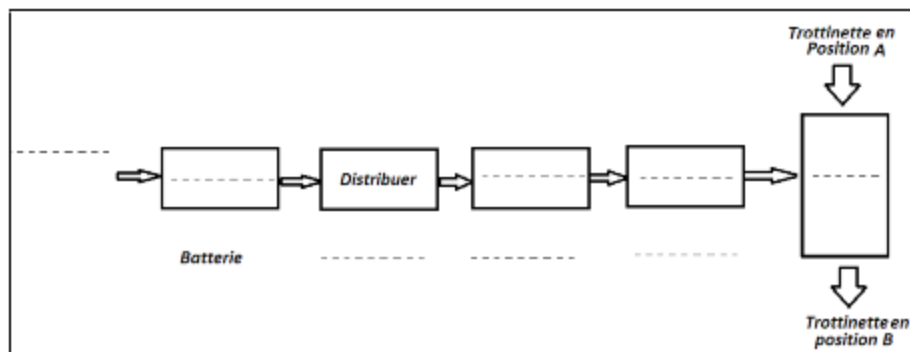

Figure 5 : chaîne d'énergie de la trottinette
1. Sur la feuille de réponses, reproduire et compléter la chaîne d'énergie (figure 5) de la trottinette électrique : (2 points)